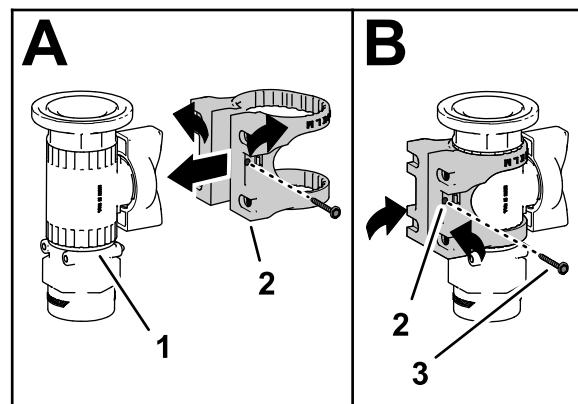

Рисунок 18
3. Установите крепление клапана на отсечной клапан, как показано на виде А на Рисунок 18.
4. Присоедините крепление клапана к регулирующему клапану при помощи винта с фланцевой головкой (№ 6) и затяните винт от руки (вид В на Рисунок 18).